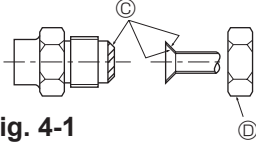

Fig. 4-1
(A) (Fig. 4-1)
(B) (Fig. 4-1)
4.2. Boruların bağlanması (Fig. 4-1)
- Geçme somunu sıkmadan önce boru ve conta bağlantı yüzeylerine ince bir tabaka halinde soğutucu yağı uygulayınız. (A)
- Boru bağlantılarını iki somun anahtarıyla sıkınız. (B)
- Bütün geçme yatağı yüzeyine soğutucu makine yağı sürünüz. (C)
- Aşağıdaki boru büyüklüklerine uygun geçme somun kullanın. (D)